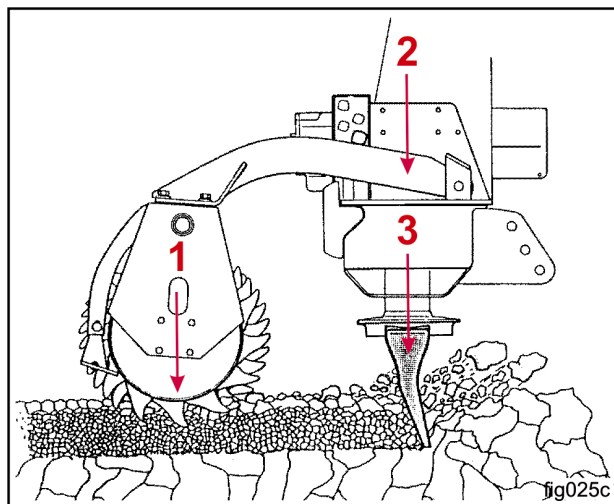

Fig. 7
- Eigengewicht der Walze (Fig. 7/1)
- Eigengewicht der Bodenbearbeitungsmaschine (Fig. 7/2)
- die Kraft (Fig. 7/3), mit der sich die Zinken in den Boden hinein zu ziehen versuchen.